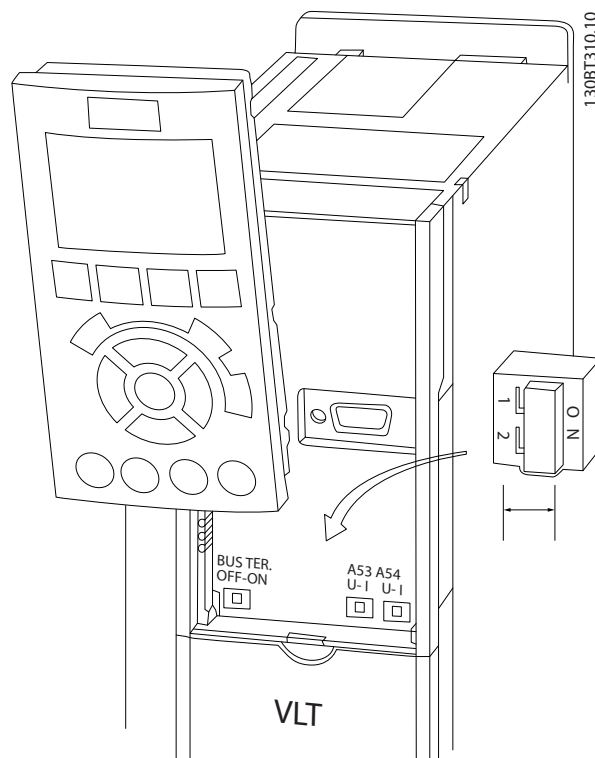

图 2.31 端子 53 和 54 开关及总线端接开关的位置
- 在拆下 LCP 后可以看到这些开关（请参见图 2.31）。